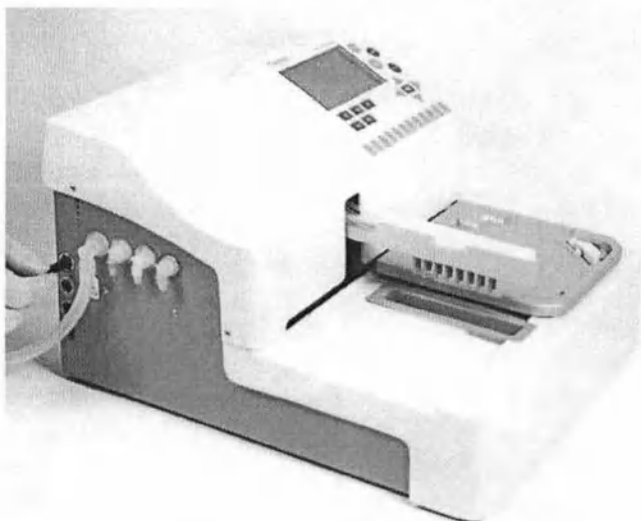

Рисунок 3-18. Подключение кабеля датчика уровня жидкости
2. Подключите кабели датчика уровня жидкости к соответствующим разъемам с цветовой кодировкой, расположенным на левосторонней панели прибора (Рисунок 3-18). Наименование гнезд сверху вниз: W (слив), R (промывка), B (буфер В) и А (Буфер А).